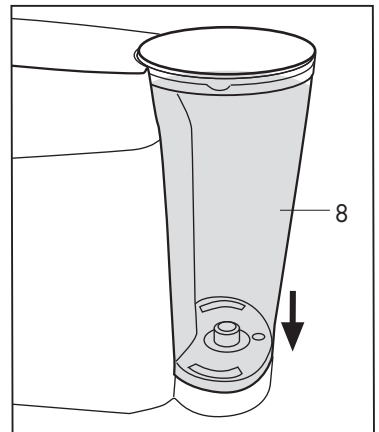

Fig. 3
- Schließen Sie den Deckel und setzen Sie den Behälter (8) gegen den Maschinenkörper ein, so dass die Lasche einrastet und der Behälterboden korrekt auf dem Wasserventil aufliegt. (**Abb. 3**)